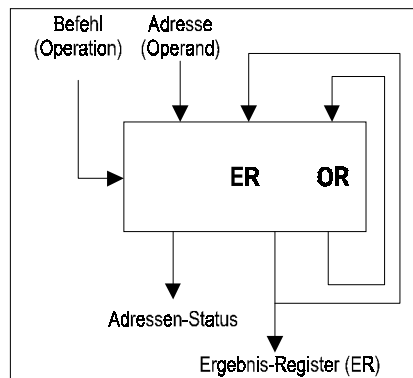

Abb. 2
Bei der logischen Verknüpfung von Bit-Adressen benutzt die Steuerung zwei interne Zwischenspeicher, das sogenannte Ergebnis-Register (ER) und das Oder-Register (OR). Bei der Befehlsausführung wird das alte ER mit dem Operandenstatus der Bit-Adresse zum neuen ER verknüpft (Abb. 2). Die Steuerung beachtet dabei mit Hilfe des ODER-REGISTER (OR) die Punkt-vor-Strich-Rechnung (UND vor ODER). Das bedeutet, dass viele Verknüpfungen direkt und ohne Merker programmiert werden können.